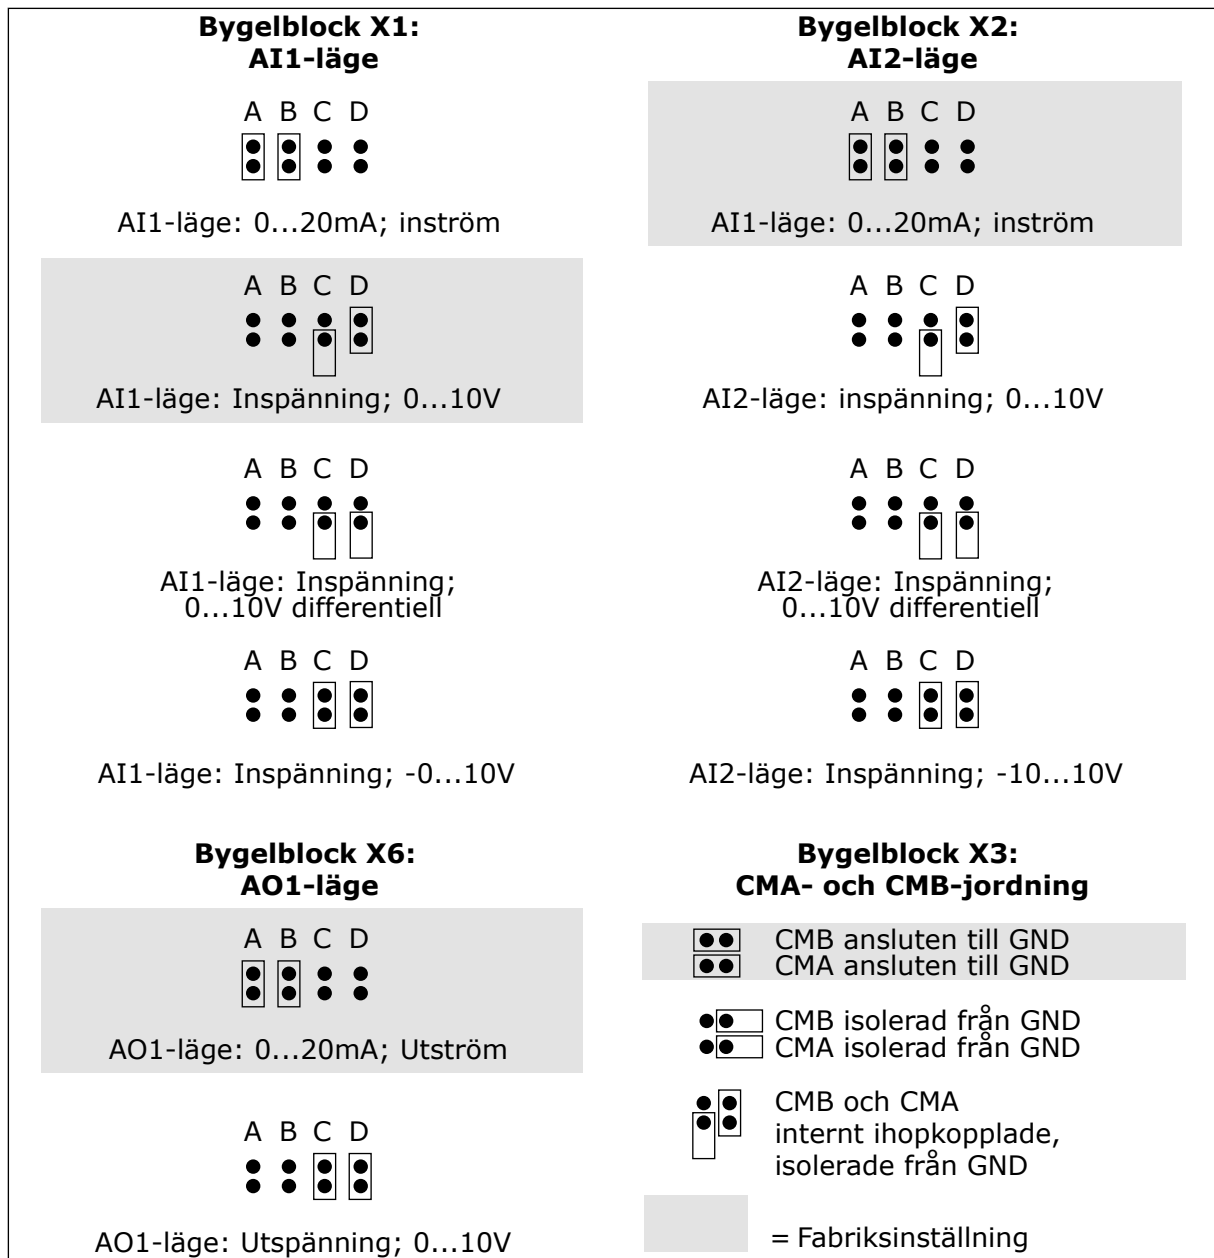

Bild 26: Bygellägen för OPTA1
*) Se Bild 26 Bygellägen för OPTA1.